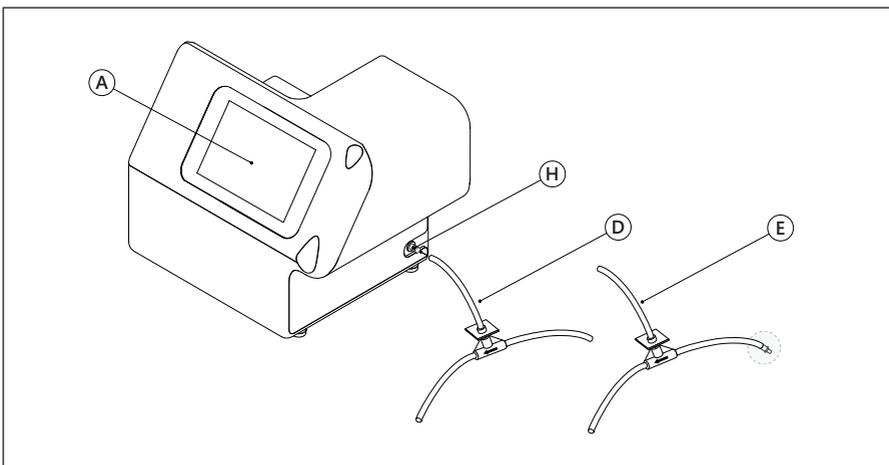

Abbildung 4 – Anschluss des Spülsets.
- Das Spülset in das Gerät Aquolab® OzoActive (Ref. D oder E - Abbildung 4) am vorgesehenen Anschluss (Ref. H - Abbildung 4) einsetzen, wie in Abbildung 4 dargestellt.